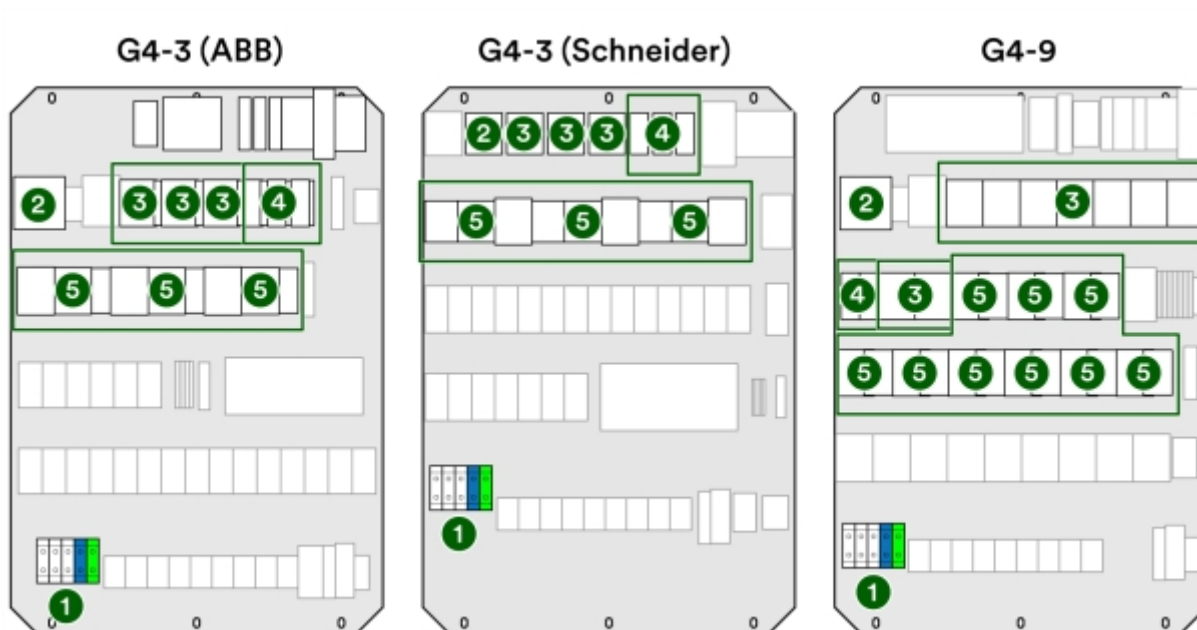

Bild 59: Komponenter i laddcentraler
- 1 Kontrollera inkommande spänning på plint samt kontrollera skyddsjord (1 i Bild 59).
- 2 Slå till huvudbrytare (2 i Bild 59).
- 3 Slå till de tre säkringsgrupperna för laddare A till C för G4-3, nio säkringsgrupper för laddare A till I för G4-9 (3 i Bild 59)
- 4 Slå till personskyddsbrytarna (4 i Bild 59).
- 5 Slå till JFB 1-3 för laddare A-C för G4-3, JFB 1-9 för laddare A-I för G4-9 (5 i Bild 59).